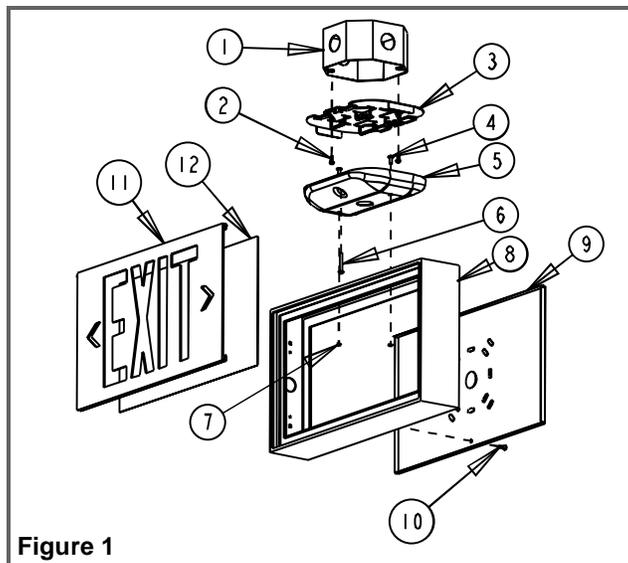

Figure 1
- e. Assembler le pavillon à l'enseigne à l'aide des vis courtes(4) et des écrous à rondelle fournies (voir fig 1).